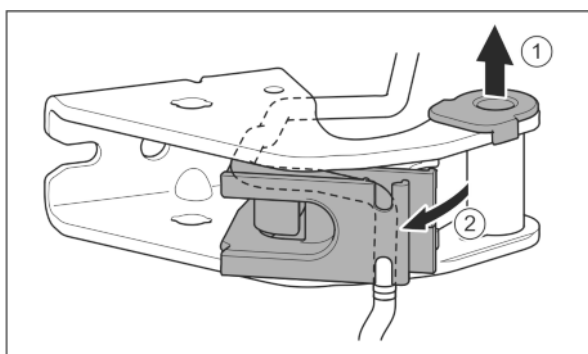

Fig. 24
- Estrarre la boccola del supporto dalla guida. Fig. 24 (1)
- Ruotare verso l'esterno il supporto cavi. Fig. 24 (2)